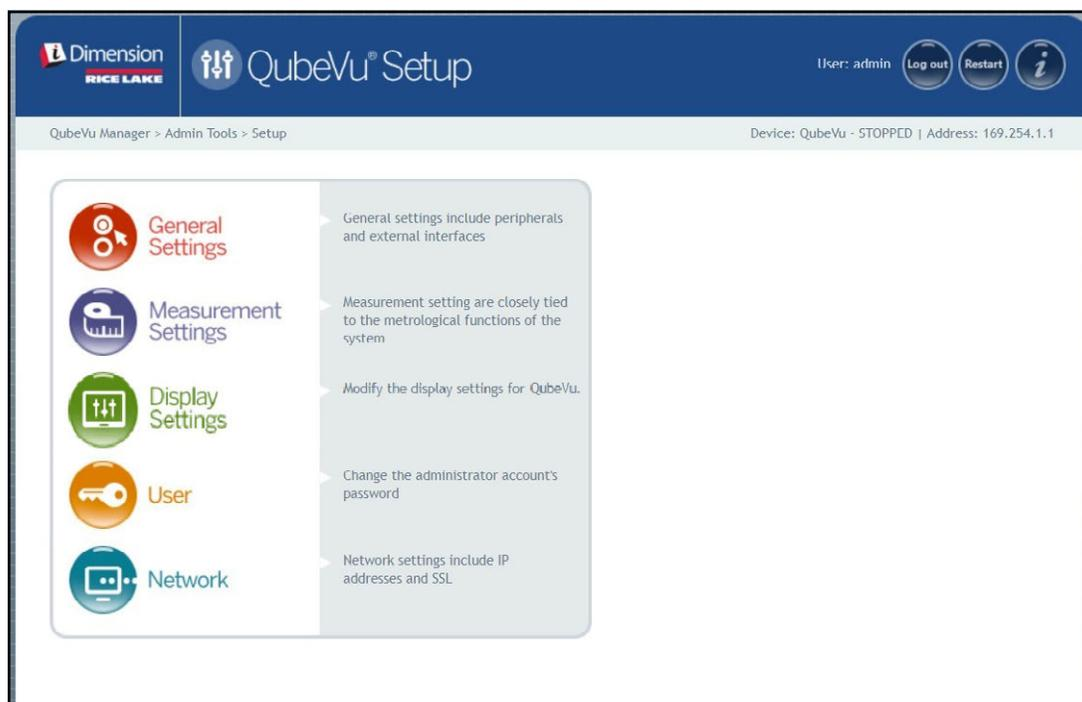

Figura 5-1. Menu Setup (Impostazione)
- Selezionare  **General Settings** nel menu **Setup** (Impostazione) (Figura 5-1 a pagina 21). Viene visualizzato il menu **General Settings** (Impostazioni generali).
- Selezionare  nel menu **Setup** (Impostazione) (Figura 5-1 a pagina 21). Viene visualizzato il menu **Measurement Settings** (Impostazioni di misura).